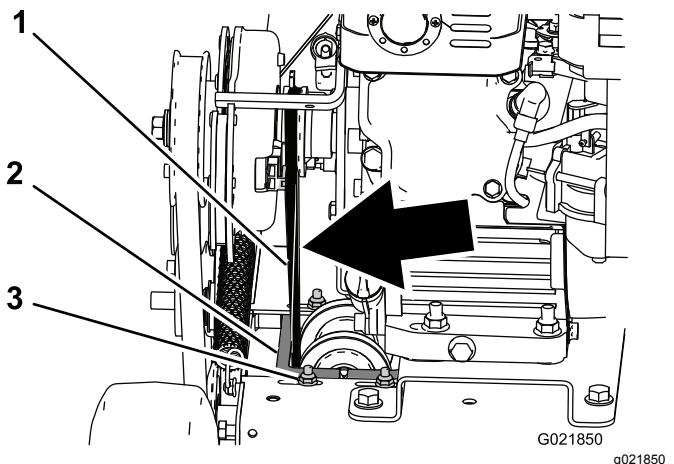

Bild 26
- Prüfen Sie die Spannung des Riemens. Er sollte sich bei geringem Fingerdruck auf den Bereich über dem Maschinenrahmen höchstens 6 mm durchbiegen (Bild 26).
- Lösen Sie zum Anziehen des Riemens die 4 Befestigungsmuttern und -schrauben, mit denen der Riemenscheibenträger am Rahmen befestigt ist, und versetzen Sie den Träger nach links, um den Riemen zu spannen; befestigen Sie dann die 4 Befestigungsmuttern und -schrauben (Bild 26).